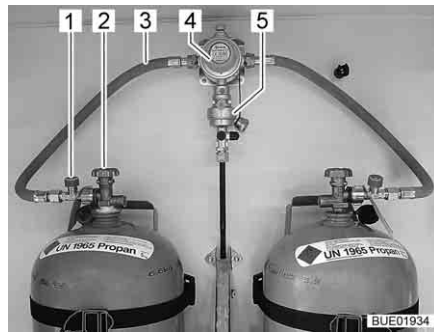
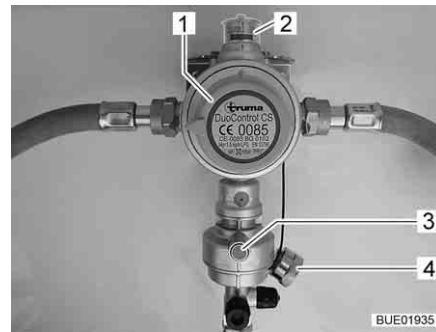

Fig. 35 Bombole del gas con DuoControl
Fig. 36 Impianto di regolazione DuoControl
L'impianto di regolazione DuoControl consiste in una valvola di commutazione (Fig. 35,4) e un sensore crash (Fig. 35,5). L'impianto di regolazione DuoControl è installato tra i tubi flessibili del gas (Fig. 35,3) con un dispositivo antirottura del tubo flessibile (Fig. 35,1). Con la manopola (Fig. 36,1) sulla valvola di commutazione è possibile stabilire quale delle bombole del gas viene utilizzata come bombola in uso e quale come bombola di riserva.
Nella finestra di controllo (Fig. 36,2) viene visualizzato lo stato del rifornimento di gas:
Il funzionamento con una sola bombola del gas è consentito, ma in questi casi il collegamento aperto deve essere assolutamente chiuso con una copertura cieca (Fig. 36,4).
Il sensore crash blocca l'alimentazione del gas in caso di forti vibrazioni (es. incidente). Il sensore crash viene azionato mediante pressione del tasto reset verde (Fig. 36,3).
Il dispositivo antirottura del tubo flessibile (Fig. 35,1) blocca il flusso di gas quando il tubo flessibile collegato si rompe. Il dispositivo antirottura del tubo flessibile deve essere attivato premendo il tasto verde.
Tramite la centralina di controllo (Fig. 37) è possibile attivare e disattivare l'alimentazione del gas tramite l'impianto di regolazione DuoControl. Le valvole principali di arresto (Fig. 35,2) delle bombole del gas e i rubinetti di arresto del gas degli apparecchi devono essere aperti manualmente.
- Con la manopola (Fig. 36,1) sulla valvola di commutazione selezionare la bombola del gas, da cui proviene la principale alimentazione del gas (bombola in uso). Girare la manopola fino all'arresto.
- Aprire le valvole principali di arresto (Fig. 35,2) delle bombole del gas.
- Premere il tasto verde del dispositivo antirottura del tubo flessibile (Fig. 35,1). Nella finestra di controllo (Fig. 36,2) viene visualizzato il simbolo verde.
- Chiudere le valvole principali di arresto (Fig. 35,2) delle bombole del gas.
Se la spia di controllo verde (Fig. 37,6) si spegne durante il funzionamento e la spia di controllo rossa (Fig. 37,5) si accende, significa che la bombola in uso è vuota e deve essere sostituita. Nella finestra di controllo (Fig. 36,2) viene visualizzato il simbolo rosso. La bombola di riserva continua ad alimentare le utenze a gas.
- Ruotare di mezzo giro la manopola (Fig. 36,1) in direzione della bombola del gas utilizzata. In questo modo questa bombola del gas ora è la bombola in uso, mentre la bombola del gas vuota diventa la bombola di riserva. Il simbolo nella finestra di controllo (Fig. 36,2) passa da rosso a verde.
- Chiudere la valvola principale di arresto (Fig. 35,2) della bombola del gas vuota. Osservare la direzione della freccia.
- Premere il tasto verde del dispositivo antirottura del tubo flessibile (Fig. 35,1).